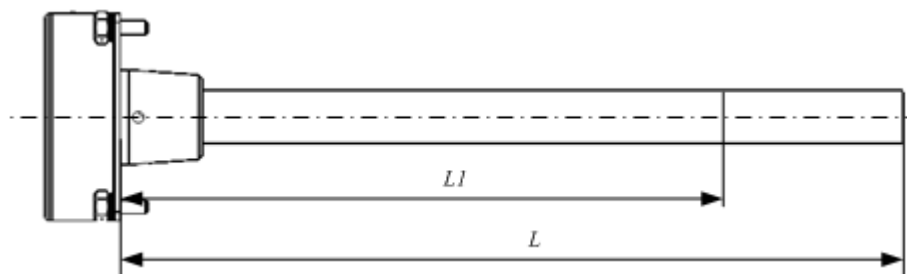

Рисунок 9
- 3) Отрезать ножовкой длину $L1$ изделия таким образом, чтобы линия среза была строго перпендикулярна продольной оси изделия (Рисунок 9).